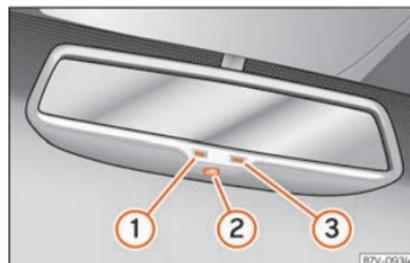

Fig. 151 Retrovisor interior com antiencandeamento automático.
Legenda de **Fig. 151**:
- ① Luz de controlo
- ② Comandos
- ③ Sensor para detetar a incidência da luz »
Esta função pode ser ativada ou desativada pressionando o comando do espelho retrovisor interior »» Fig. 151 ②. Quando está ativada, acende-se a luz de controlo ①.